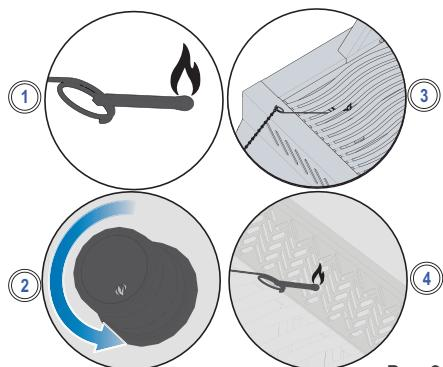

Рис. 3
3. Поворачивая ручку соответствующей горелки на максимум. (Рис. 3)